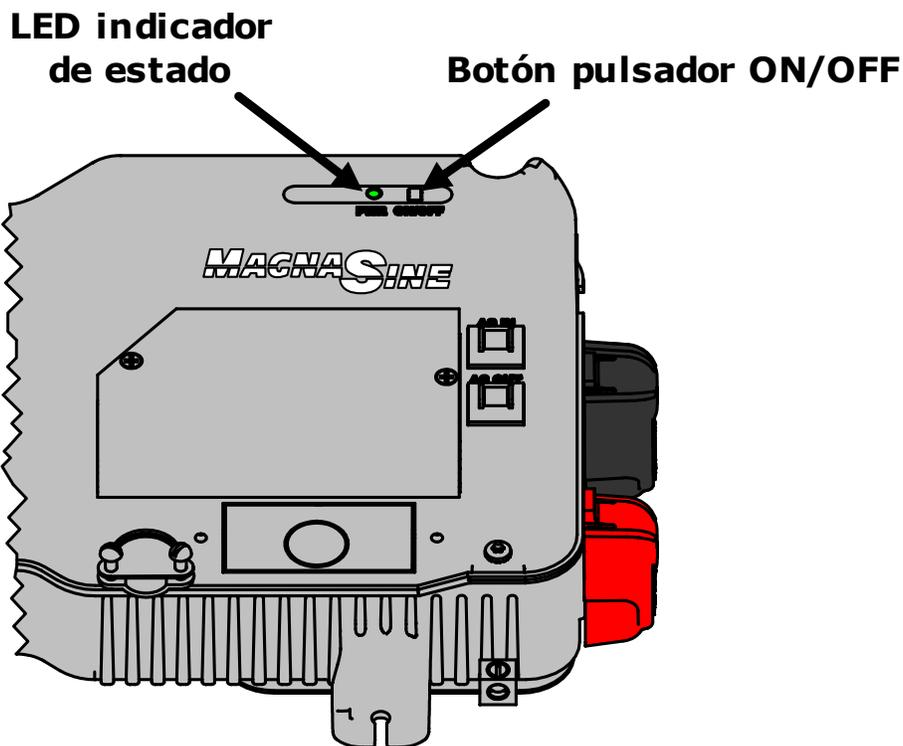

Ilustración 4-1, Restablecimiento del inversor
1. Pulse y mantenga pulsado el interruptor de encendido ON/OFF durante aproximadamente 15 segundos, o hasta que el LED indicador de estado se encienda y parpadee rápidamente (consulte la Ilustración 4-1).